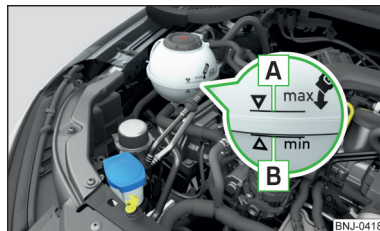

Fig. 250
Controllo del livello del liquido di raffreddamento - il livello del liquido di raffreddamento deve trovarsi tra le tacche **A** e **B** » fig. 250. Se il livello del liquido di raffreddamento è al di sotto della tacca **B**, rabboccare il liquido di raffreddamento.
Le **specifiche** del liquido di raffreddamento si trovano sul serbatoio di compensazione del liquido di raffreddamento » fig. 250.
- Non riempire il liquido di raffreddamento al di sopra della tacca **A** » fig. 250. Riscaldandosi, il liquido di raffreddamento potrebbe fuoriuscire dal sistema di raffreddamento - pericolo di danneggiare i componenti del vano motore.